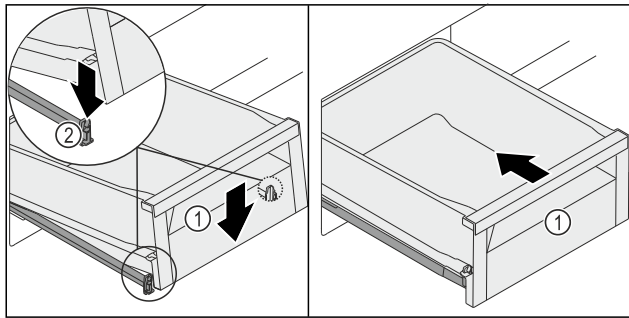

Fig. 135
- Спуснете чекмеджето Fig. 135 (1) отпред, така че чекмеджето да се плъзне отляво и отдясно в скобата Fig. 135 (2).
- Чекмеджето Fig. 135 (1) се фиксира с щракване.
- Вкарайте чекмеджето Fig. 135 (1).